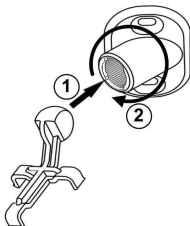

Рисунок 3.7 – Схема соединения кронштейна и держателя
- Разметьте на стене отверстия для монтажа с учетом положения отверстий в кронштейне (2) (см. рисунок 3.7).
- Закрепите на основании извещателя держатель кронштейна (1) с помощью защелок.